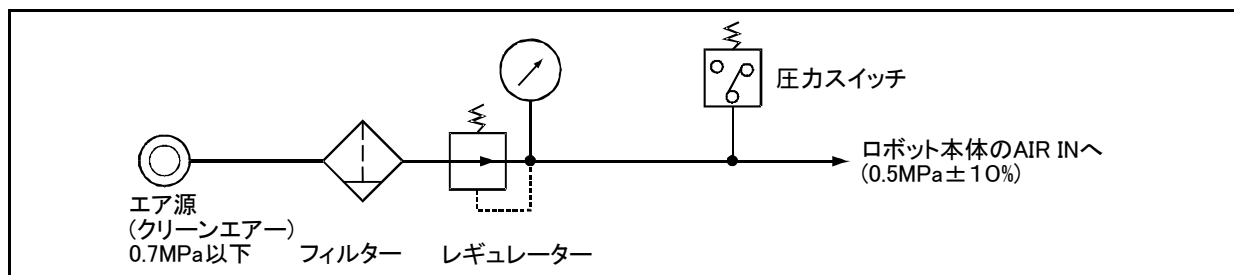

図 2-84 : ハンド用エア供給回路例
- 2) 工場エア圧低下時には、ハンドのクランプ力低下などによって実際の作業に支障をきたす恐れがあります。その防止策として、図 2-84に示すようにエア源に圧力スイッチを取付け圧力低下時にはロボットが停止するような回路にしてください。圧力スイッチでも支障のある場合は、機械的ロック式ハンド、バネ圧によってクランプするハンドをご使用ください。